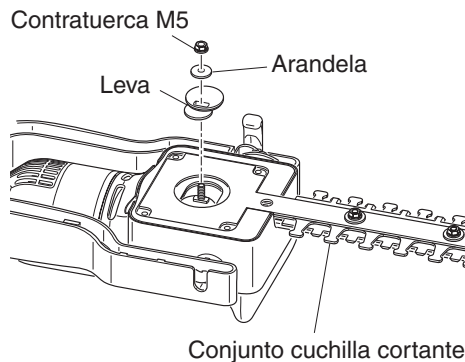

Figura 19 - Retiro de la leva
3. Retire la contratuerca M5 y arandela de la leva (Vea la Figura 19)
4. Alinee la leva con el conjunto cuchilla de corte. Retire la leva (vea la Figura 19).
8. Alinee el conjunto cuchilla de corte de modo que la leva encaje correctamente en los lóbulos ovalados de este conjunto (vea la Figura 19). **IMPORTANTE:** El reborde de diámetro mayor de la leva debe estar hacia arriba como alejándose del cabezal de potencia. El reborde de diámetro menor de la leva debe alinear y asentar directamente en la parte superior del otro reborde de la leva.